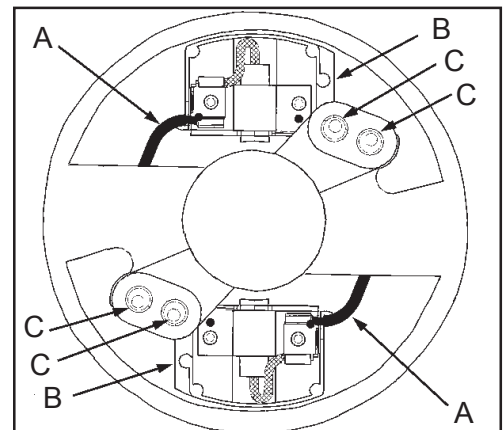

Рисунок 13
3. Чтобы заменить щетки, отсоедините провод (A) от щёткодержателя (B). Потом снимите два винта и шайбы (C), которыми щёткодержатель прикреплен к корпусу двигателя. Смотрите рис. 13.